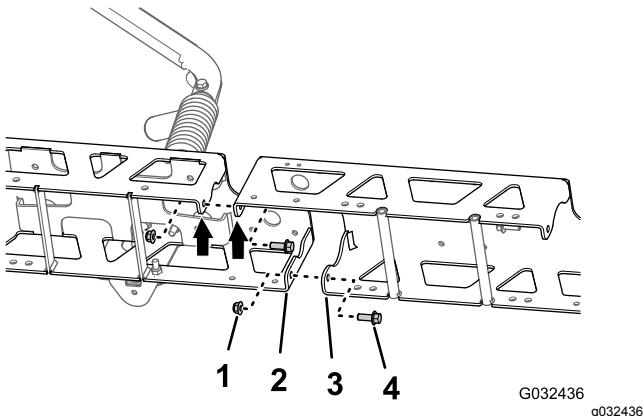

Figura 117
1. Alinee los orificios de las pestañas verticales del tramo de celosía central de la sección central con los orificios del tramo de celosía exterior de la sección central (Figura 117).
2. Sujete provisionalmente la extensión del brazo central al tramo de celosía (Figura 117) con los 2 pernos con arandela prensada ($\frac{3}{8}$ " x 1") y las 2 contratuerca con arandela prensada ($\frac{3}{8}$ ").
central con los orificios del otro tramo de celosía exterior de la sección central (Figura 117).
4. Sujete provisionalmente la extensión del brazo central al otro tramo de celosía (Figura 117) con los 2 pernos con arandela prensada ($\frac{3}{8}$ " x 1") y las 2 contratuerca con arandela prensada ($\frac{3}{8}$ ").